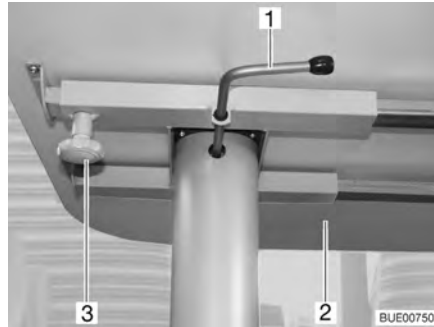

Fig. 72 Tavolo di sollevamento, scorrevole
- Svitare la vite a testa cilindrica zigrinata (Fig. 72,3).
- Spingere il piano del tavolo (Fig. 72,2) nella posizione desiderata.
- Ruotare la leva di serraggio (Fig. 72,1) verso sinistra. Il bloccaggio del meccanismo di sollevamento è aperto.
- Premere il centro del piano del tavolo (Fig. 72,2) verso il basso fino al fine corsa e tenerlo premuto.
- Ruotare la leva di serraggio (Fig. 72,1) verso destra (Fig. 72). Il meccanismo di sollevamento è bloccato.
- Ruotare la leva di serraggio (Fig. 72,1) verso sinistra. Il bloccaggio del meccanismo di sollevamento è aperto. Il piano del tavolo si sposta verso l'alto fino al fine corsa.
- Ruotare la leva di serraggio verso destra (Fig. 72). Il meccanismo di sollevamento è bloccato.